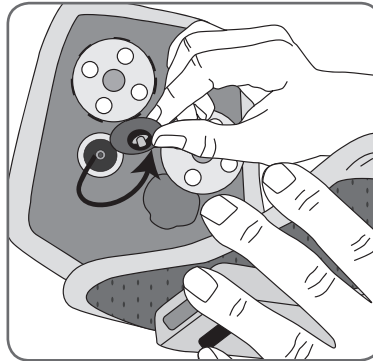

Figura 29: Cómo desconectar los broches de las bases de electrodos.
3. Desconecte los broches de presión de las bases de los electrodos de los orificios de enganche. Vea la Figura 29.